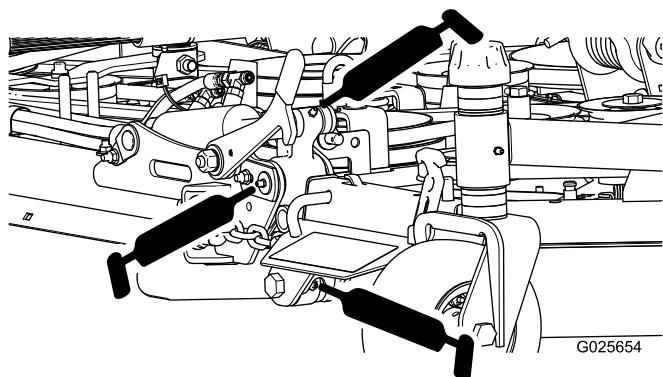

Figura 20
- Bisagras de las carcassas laterales (10) (Figura 20)